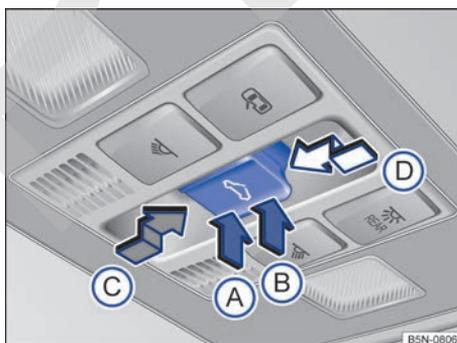

Fig. 66 En el revestimiento interior del techo: tecla del techo de cristal.
- **Ajustar la posición deflectora:** Pulse la tecla por la zona → **fig. 66** **(B)** hasta el primer nivel. Función automática: Pulse la tecla por la zona **(B)** hasta el segundo nivel.